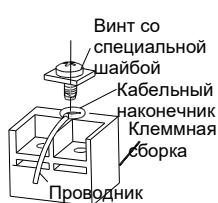

Рис. 37
- d) Установите кабельный наконечник на клеммную колодку и плотно привинтите его винтом (Рис. 37)